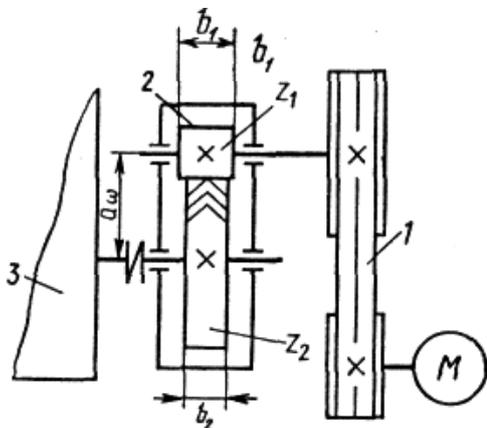

Рисунок 8 (к задачам 63, 73, 74):
**Задача 63.** Рассчитать шевровую передачу одноступенчатого цилиндрического редуктора привода конвейера (рис. 8) и проверить передачу на контактную усталость рабочих поверхностей зубьев, если мощность на ведущем валу редуктора  $P_1$  и угловая скорость вала  $\omega_1$ . Передаточное число редуктора  $u$ . Редуктор нереверсивный, предназначенный для длительной работы при постоянной нагрузке. Данные своего варианта принять по табл. 8.
**Задача 73.** Рассчитать клиноременную передачу от электродвигателя к редуктору привода конвейера (см рис. 8). Мощность электродвигателя  $P_1$ , угловая скорость  $\omega_1$ . Передаточное число  $u$ . Работа двухсменная. Данные своего варианта принять по табл. 18.
**Задача 74.** Определить, какую наибольшую мощность  $P_1$  можно передать клиноременной передачей заданного типа ремня нормального сечения (см. рис. 8), если угловая скорость ведущего шкива  $\omega_1$ , а ведомого  $\omega_2$ . Число ремней  $z$ . Работа односменная. Данные своего варианта принять по табл. 19.